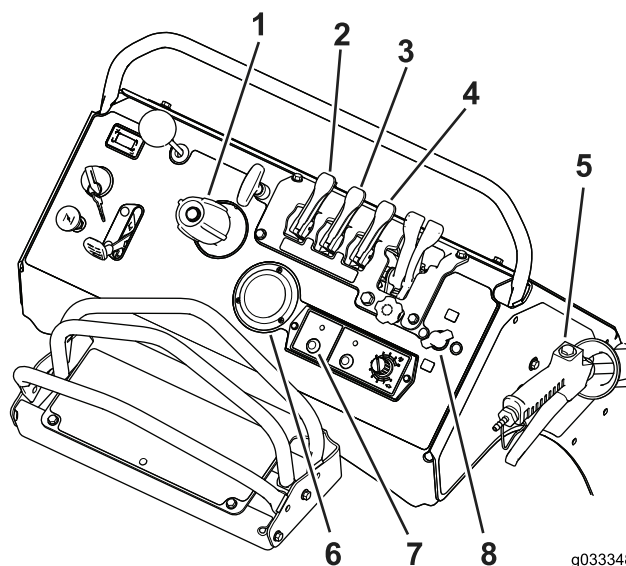

Figure 41
8. Réglez la commande de la pompe à la position MARCHE (Figure 41).